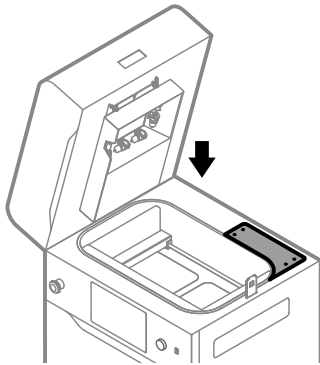

Abb. 12.66 Anbringen der Zugangsklappe.
12. Bringe die Zugangsklappe auf der Oberseite des Druckers wieder an (Abb. 12.66).